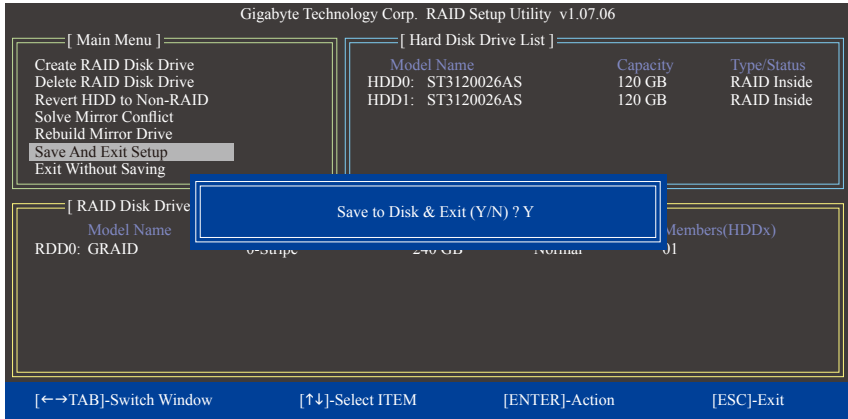

图10
7. 储存设置并离开(Save And Exit Setup): 设置好磁盘阵列要离开RAID设置程序前, 请务必在主画面选择「 Save And Exit Setup」。确定离开请按<Y>, 取消请按<N> (图10)。